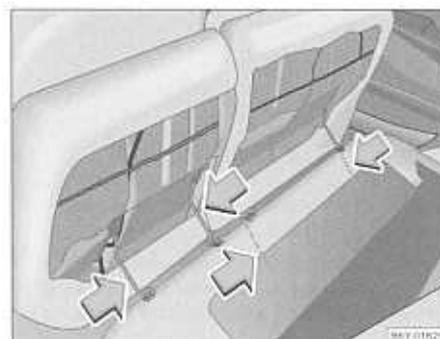

Fig. 51 :Sacar el banco trasero
- Presione el estribo de alambre en el sentido de la flecha → fig. 51 y saque el banco trasero de la fijación.